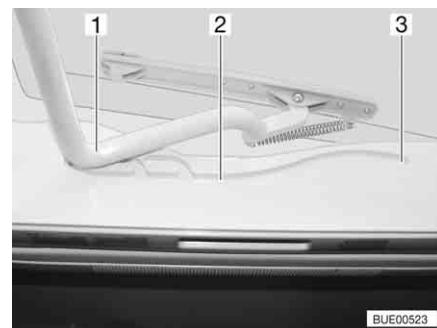

Fig. 61 Oblò Heki, guida
■ Tirare la staffa (Fig. 61,1) nelle guide (Fig. 61,2) fino alla posizione più all'indietro (Fig. 61,3).
Chiusura: ■ Spingere la staffa (Fig. 61,1) leggermente verso l'alto con ambedue le mani.
■ Tirare la staffa nelle guide (Fig. 61,2) fino alla posizione desiderata.